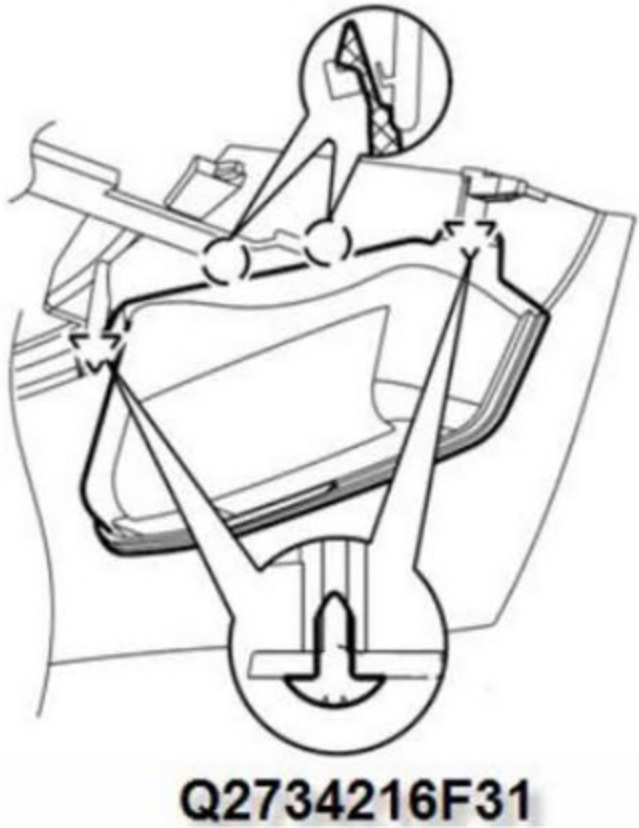

图6-3-1 左前小储物盒的拆卸
(1)先用十字螺丝刀分别松开固定左前小储物盒的四个螺钉(Q2734216F31十字槽大半圆头自攻螺钉),再松开储物盒与副仪表板本体的卡脚配合,最后将储物盒拆下。如图6-3-1所示;